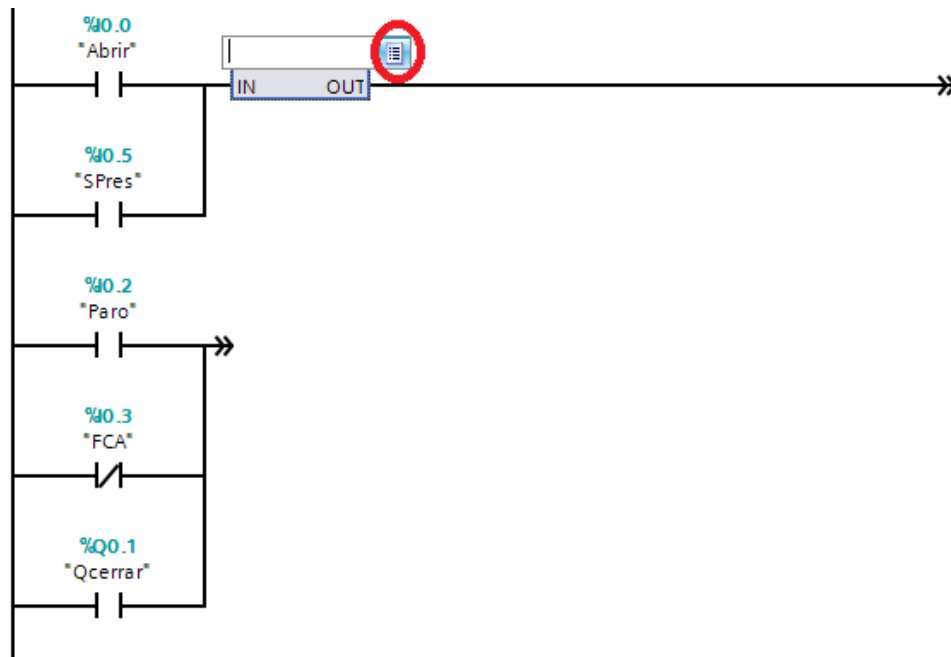

Figura 31. Insertar instrucción SR.
1. Borre los segmentos 1 y 2 para cambiarlos a lógica con bloques SR (Biestable, reset dominante). Para ello agregue los contactos como se muestran en la Figura 31 y luego agregue un cuadro vacío tal como se ve en la misma figura, de doble clic en los signos de interrogación que aparecen dentro del cuadro, de clic en el icono de lista (Ver Figura 31), se desplegarán todas las instrucciones disponibles, escriba "SR" y se mostrará esa instrucción, de doble clic para seleccionarla.